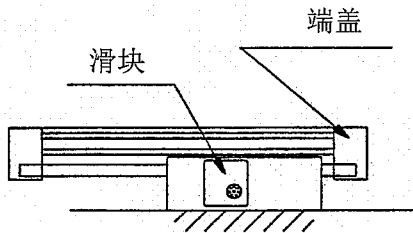

图 1 安装到滑块上(X)
- ② 请通过两端端盖部安装本体。请勿安装在滑块(移动子)上。(参照图 1)